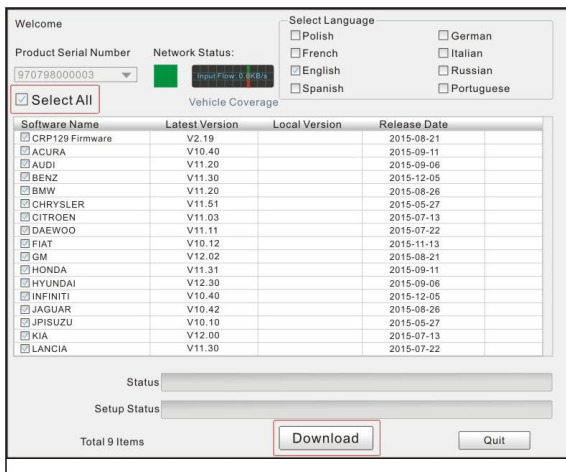

Figura 7-6.
10. Vuelva a abrir la suite de actualizaciones FX3000 y seleccione las actualizaciones que desea realizar o haga clic en [Seleccionar todo] y haga clic en [Descargar]. (Figura 7-6)